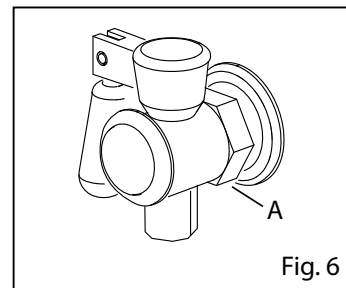

Fig. 6
- Dévisser le robinet (Fig. 6/A).